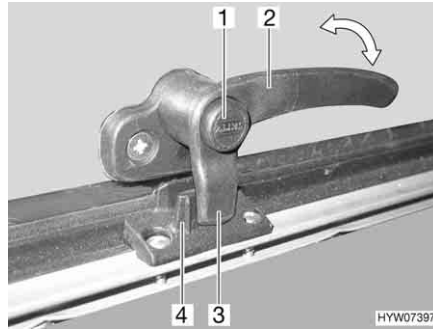
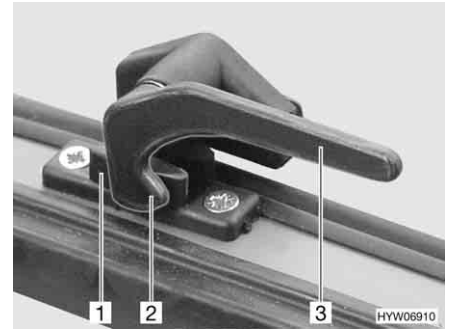

Fig. 76 Alavanca de trava com botão de segurança na posição "Fechada"
Fig. 77 Alavanca de trava na posição "Fechada"
- Se disponível, prima o botão de segurança (Fig. 76,1) e mantenha-o premido.
- Gire a alavanca de trava (Fig. 76,2 ou Fig. 77,3) um quarto de volta na direção do meio da janela.
- Gire a alavanca de trava (Fig. 76,2 ou Fig. 77,3) um quarto de volta em direção à moldura da janela. A ponta de trava (Fig. 76,3 ou Fig. 77,2) na alavanca de trava fica completamente assente na parte de dentro do dispositivo de bloqueio da janela (Fig. 76,4 ou Fig. 77,1).
- Na posição "Bem fechada" (Fig. 76 e Fig. 77)